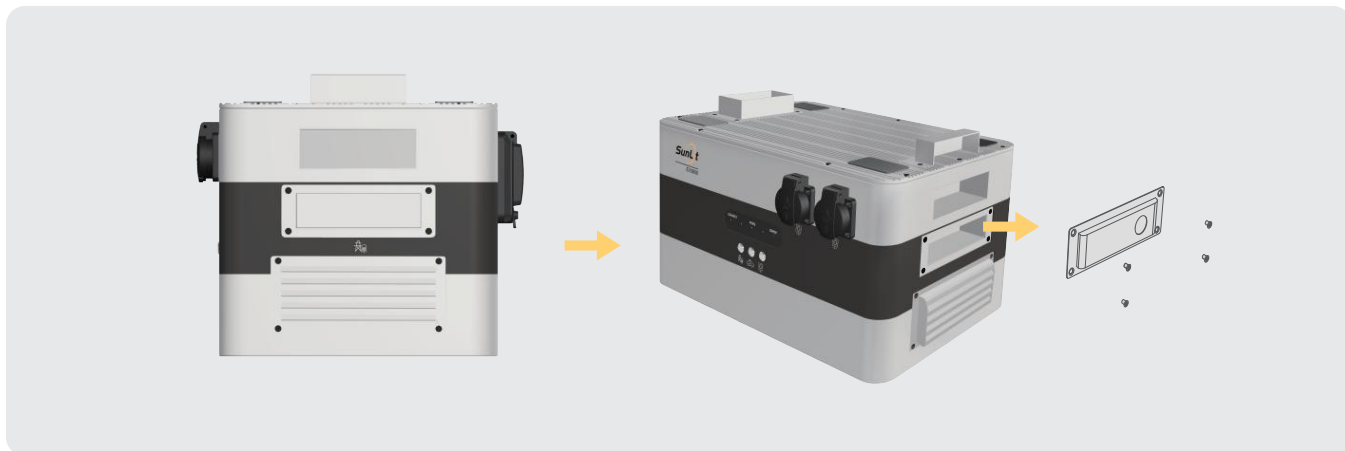

Abbildung 5-2 EV3600 Abnehmen der Kabelhalterung
- Entfernen Sie die vier Schrauben der EV3600 gemäß Abbildung 5-2 und nehmen Sie dann die Kabelhalterung ab.